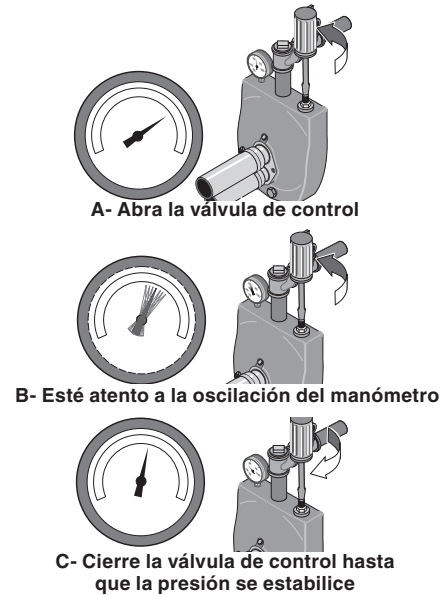

Figura 14: Ajuste la válvula de control
5. Cuando la presión se haya acumulado y estabilizado en alrededor de 50 PSI, abra lentamente la válvula de control (ver Figura 14) y deje que la presión descienda hasta que la aguja del manómetro comience a oscilar. Cuando la aguja oscile, cierre la válvula lo suficiente para detener la oscilación (ver Figura 14). Su bomba ahora está funcionando en su punto más eficiente.